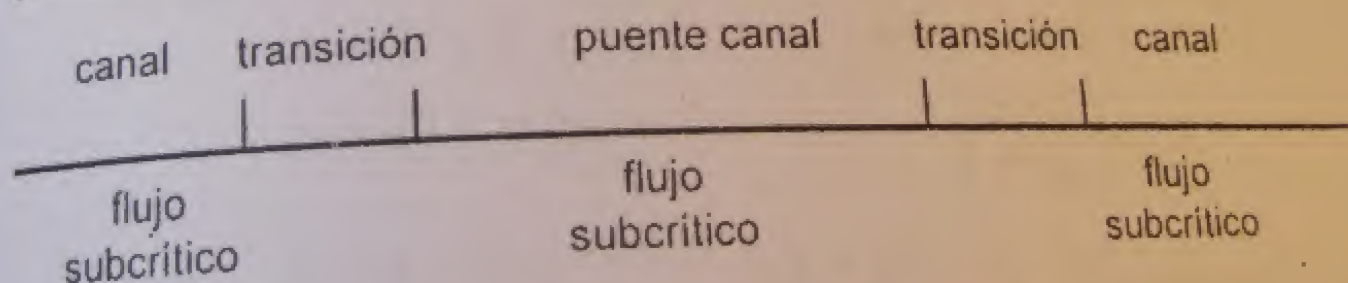

Figura 39. Perfil longitudinal
15. Como se muestra en la figura 39, en los tres tramos se produce un flujo subcrítico, por lo que no se produce resalto hidráulico. Recordar que para que se produzca el resalto hidráulico, se debe pasar de un régimen supercrítico a un régimen subcrítico.